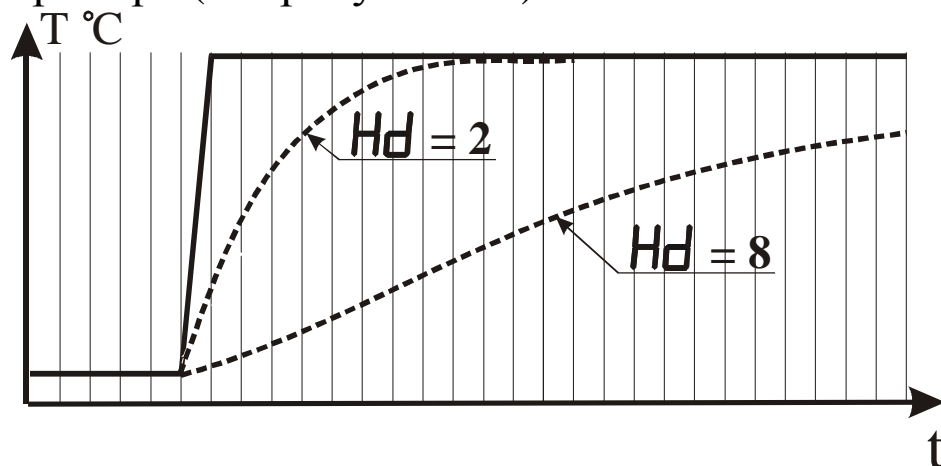

Рисунок 3.9 - Влияние параметра “Время усреднения” на показания прибора при различных значениях параметра  $Hd$
3.3.3.8 Параметр “Время усреднения” указывают в количестве периодов опроса входного датчика ( $N_{\text{опр.}}$ ). Этот параметр позволяет добиться более плавного изменения показаний прибора. Для этого производится вычисление среднего арифметического из последних ( $N_{\text{опр.}}$ ) измерений. При значении параметра равном 0 интегратор выключен. Уменьшение значения времени усреднения приводит к более быстрой реакции прибора на скачкообразные изменения измеряемого параметра, но снижает помехозащищенность прибора (см. рисунок 3.9).